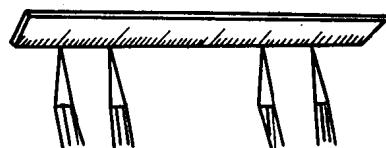

图 1-17 划规在钢尺上量尺寸
(4) 划规在钢尺上量尺寸时，必须量准，以减小误差，要反复地量几次，如图1-17所示。